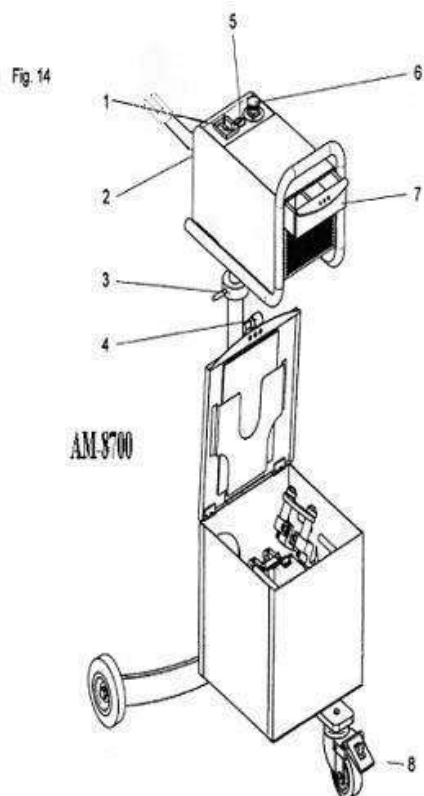

Fig. 15
1. АА-202Х Серия: Кнопка включения мотора: Переключатель направления, одна скоростная версия (рис. 15).